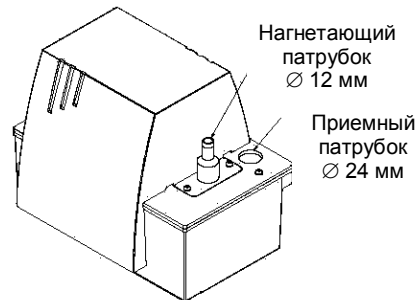

Рис. 7 Нагнетающий и приемный патрубок
- Подающий рукав необходимо достаточно глубоко опустить в бак через отверстие для подачи конденсата (рис. 7), причем предпочтительно иметь рукав, торец которого срезан под небольшим углом.
- Рукав для напорной линии необходимо натянуть на напорный патрубок (рис. 7) (не смазывать присоединяемый конец рукава) и зафиксировать с помощью хомута, входящего в объем поставки.